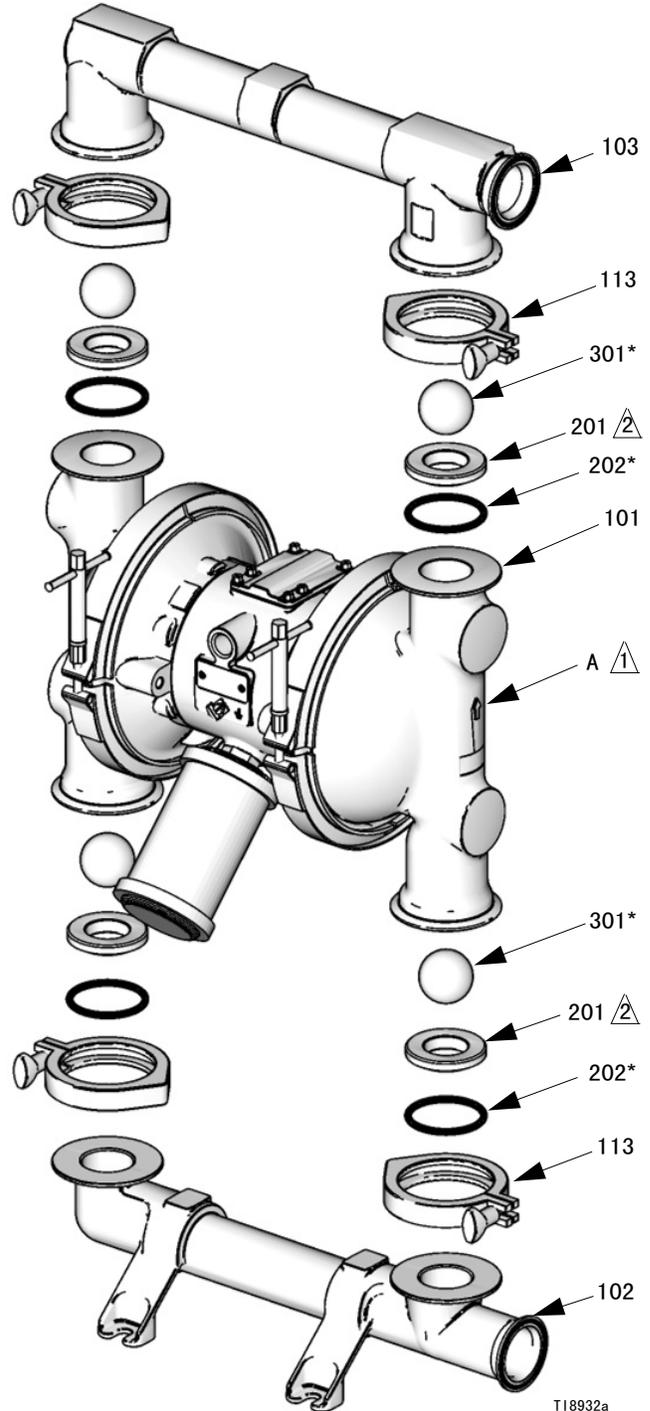

图 9
- 要确保球阀 (301) 配合正确，应始终在更换球阀的时候检查球座 (201)。如配合面已出现磨损痕迹，则应根据需要更换球座。还需根据需要更换 O 形圈 (202)。每次拆卸歧管时都应该更换 PTFE O 形圈。
3. 卸下固定与流体盖 (101) 连接的出口歧管 (103) 的管夹 (106)。见图 9。
4. 从歧管 (103) 上卸下 O 形圈 (202)、球座 (201) 和球阀 (301)。
5. 翻转泵体并卸下入口歧管 (102)。从流体盖 (101) 上卸下 O 形圈 (202)、球座 (201) 和球阀 (301)。
2. 按照图 9 的所有注释，以相反的顺序重新组装。应确保球止回球阀和歧管都完全按图示组装。流体盖 (101) 上的箭头 (A) 必须指向出口歧管 (103)。
- 1 箭头 (A) 必须指向出口歧管 (103)。
- 2 辐射型配合面必须朝向球阀 (301)。外径上的大斜面必须朝向 O 形圈。